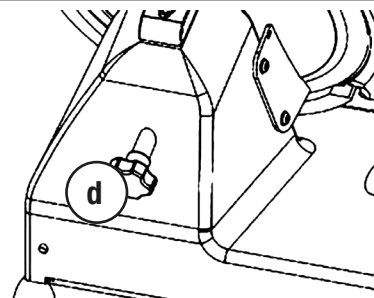

Abb. 9
- Um die Schneidmesserabdeckung [3] zur Reinigung abzunehmen, lockern Sie die Schraube [d] an der Rückseite des Gerätes (Abb. 9) und drücken Sie diese dann in Richtung Schneidmesserabdeckung. Die Schneidmesserabdeckung entnehmen.